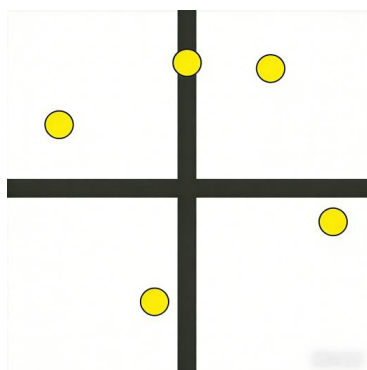

图 5 “低空障碍物”位置示意图
1. 某个十字线拼装块内设置 5 个直径 40mm、高 100mm 木质圆柱形“低空障碍物”（误差±2mm，所在地面将标记一个内直径 40mm、宽 3mm 的圆环），其放置后构成一条允许机器人通过的非直线型“通道”，“通道”总长度不小于 300mm，且最窄处宽度不小于 320mm，如图 5 所示。